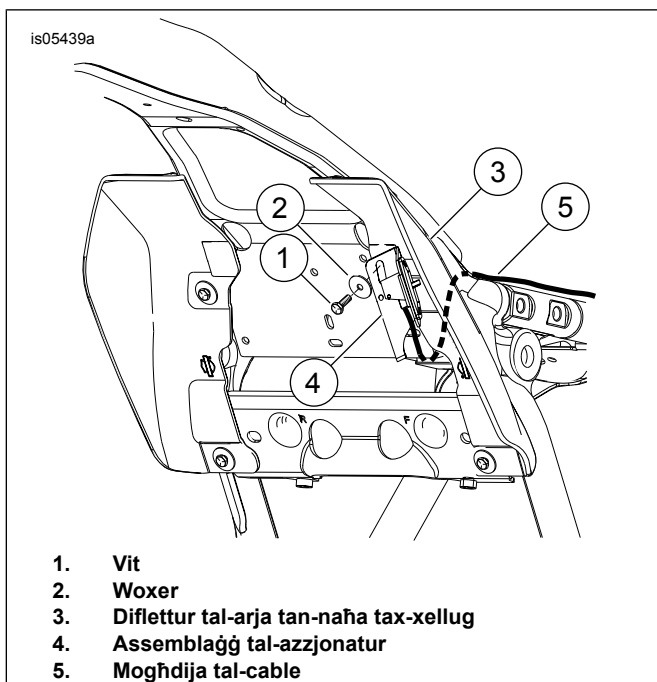

Figura 5. L-installazzjoni tal-Assemblaġġ tal-Azzjonatur mad-Diflettur tal-Arja tal-Mid-Frame
3. Ara Figura 5 . Iqbed il-clip tal-plastik tal-wire tal-ispark plug 'l barra mit-toqba li hemm fil-panċa tal-frame fil-post fejn se jiġi mmuntat il-bracket tal-manku tal-aġġustament. Armi l-clip tal-pajp tal-plastic.